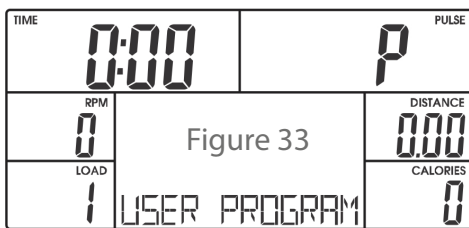

Figure 25
2. Sélectionner le mode FITNESS à l'aide des touches +/- et validez en appuyant sur la touche MODE (voir fig. 25 et 26).